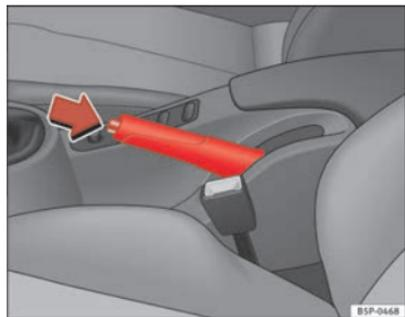

Fig. 147 Travão de mão entre os bancos dianteiros
- Puxe com força para cima a alavanca do travão de mão ⇒ fig. 147.
- Puxar a alavanca um pouco para cima, premir o botão de desbloqueio no sentido da seta ⇒ fig. 147 e fazer descer completamente a alavanca ⇒ ⚠.